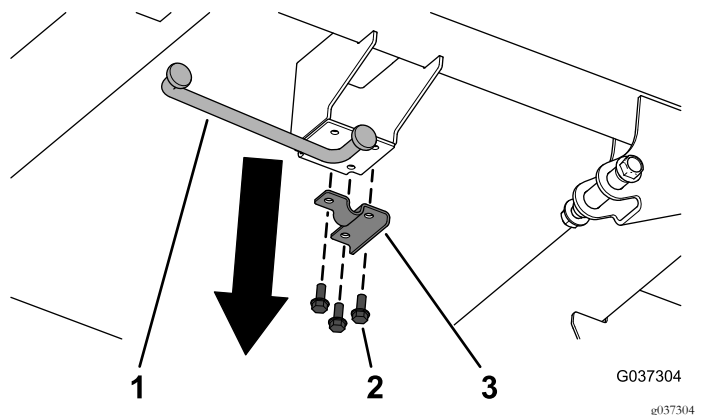

Figure 5
1. Retirez les 3 vis à embase (5/16" x 3/4"), le support en U de la béquille et la béquille au bas du plateau de chargement en acier (Figure 5).